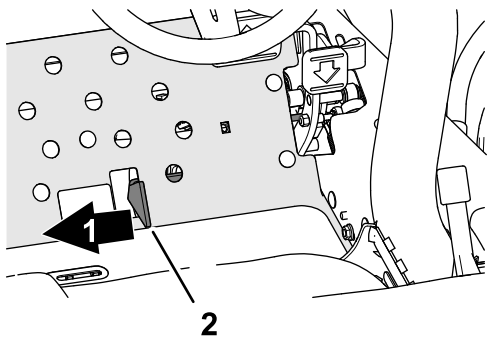

Рисунок 39
4. Переведите движок скашивания/транспортировки вправо в положение СКАШИВАНИЕ (Рисунок 39).
2. Переведите движок скашивания/транспортировки вправо в положение СКАШИВАНИЕ (Рисунок 39).